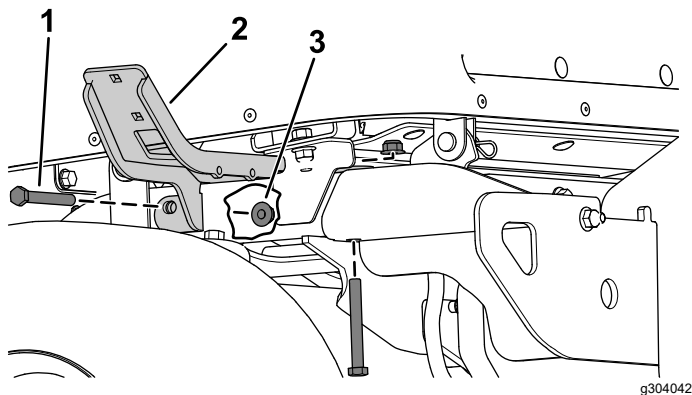

Figure 22
2. Fixez les supports gauche et droit aux tubes arrière de chaque côté du cadre à l'aide de 2 boulons à tête hexagonale ($\frac{3}{8}$ " x 3") et 2 contre-écrous ($\frac{3}{8}$ ") (Figure 22).